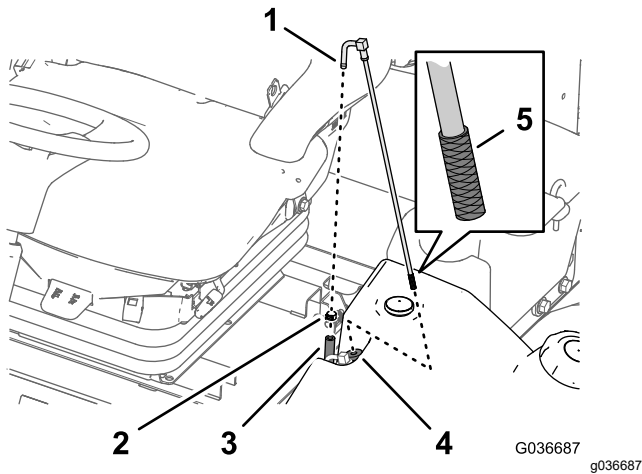

Figura 91
1. Retire la abrazadera que fija la manguera de suministro de combustible al acoplamiento del tubo de aspiración de combustible (Figura 91).
2. Retire la manguera del acoplamiento (Figura 91).
3. Eleve el tubo de aspiración de combustible del depósito de combustible (Figura 91).
4. Limpie cualquier residuo de la rejilla al final del tubo de aspiración de combustible (Figura 91).
5. Inserte el tubo de aspiración de combustible a través del casquillo de goma y en el depósito (Figura 91).